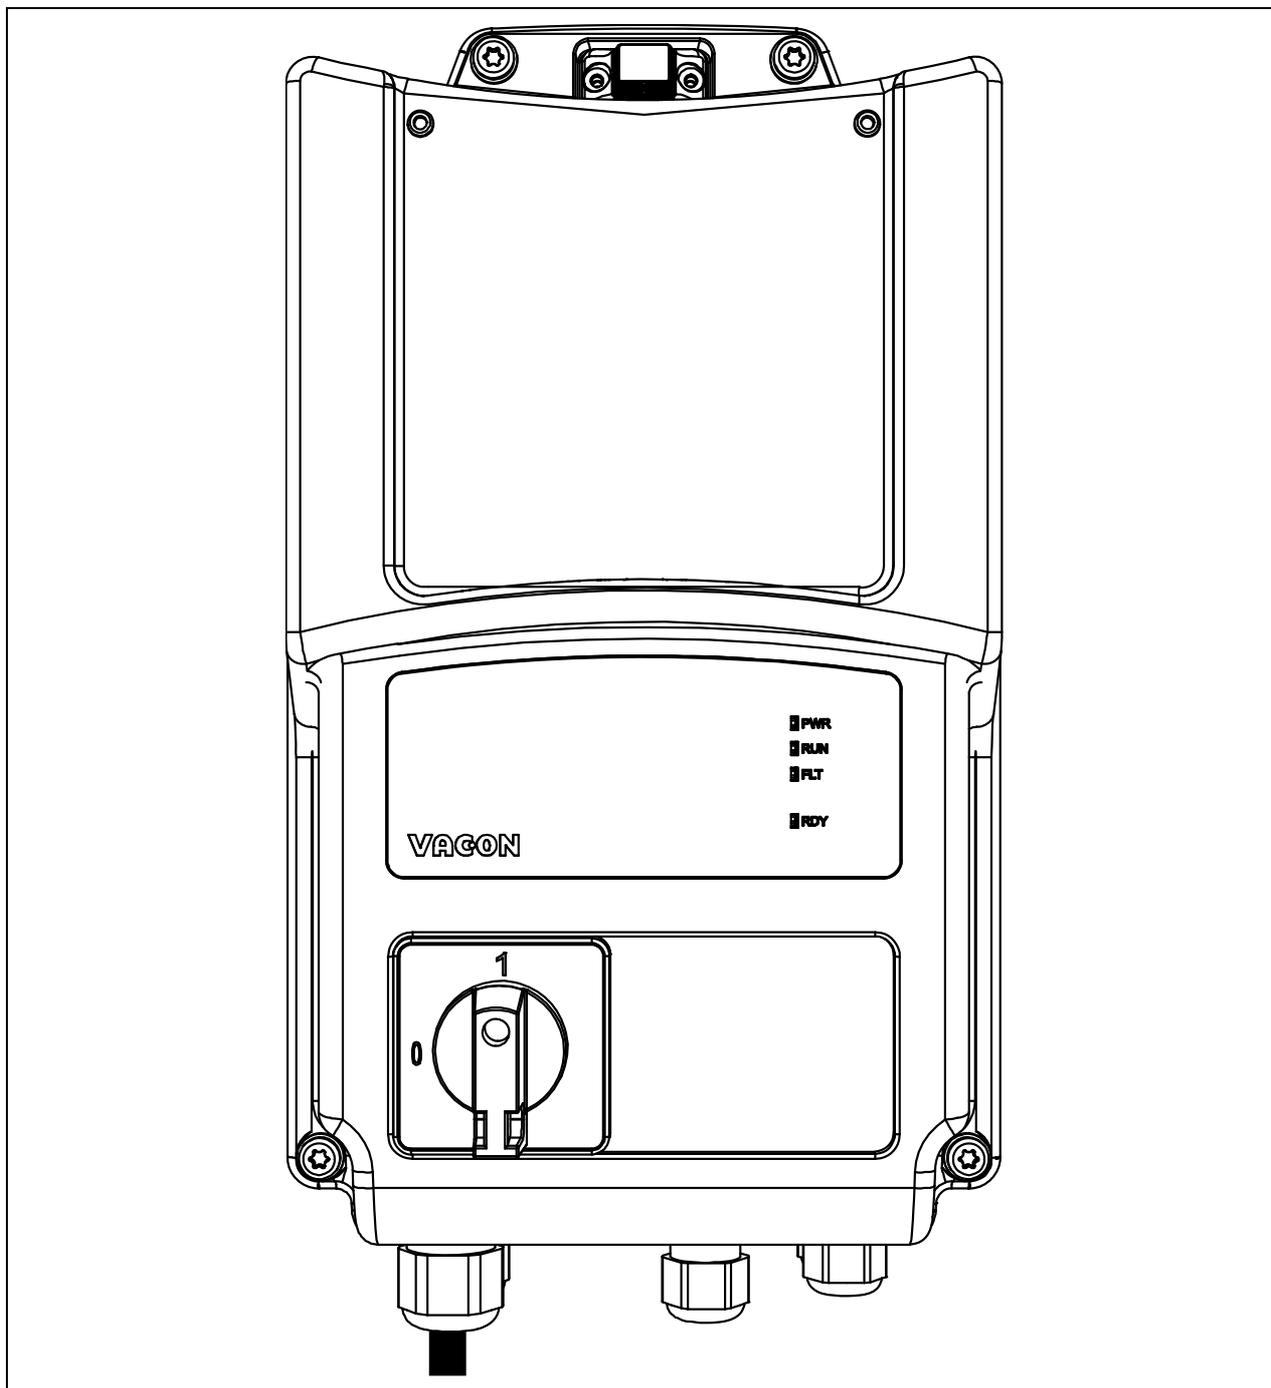

Figure 66. Montage du capot en plastique.
- Montez le capot en plastique sur le convertisseur à l'aide des vis et le capuchon IHM pour terminer le processus d'installation. Voir la Figure 66.